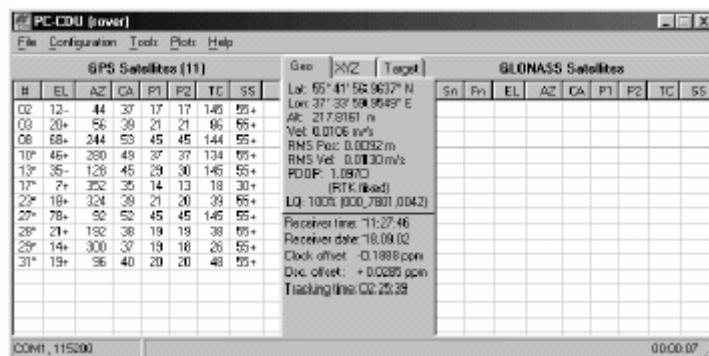

Figura 3-13. Pantalla principal de PC-CDU
9. En la pantalla principal (Figura 3-13), compruebe el campo *LQ* para asegurarse de que el receptor obtiene correcciones diferenciales. Normalmente, el receptor comenzará a calcular las coordenadas del centro de fase de la antena junto con el tipo de solución en un plazo de 10 a 30 segundos. No obstante, los equipos con radio de espectro amplio podrían tardar hasta 60 segundos en sincronizarse.